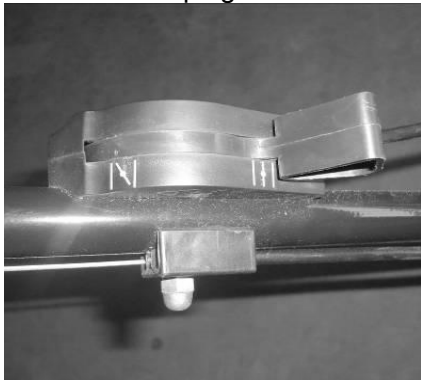

Fig.9A Fig.9B
2. Lors du démarrage du moteur froid, tournez le levier d'accélérateur en position  (Fig.9A)
Lorsque vous faites chauffer le moteur pendant qu'il tourne, tournez le levier d'accélérateur en position  (Fig.9A)